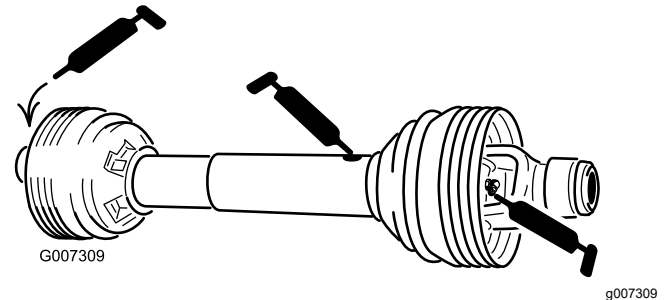

Figure 27
Arbre d'entraînement de PDF (3) (Figure 27)